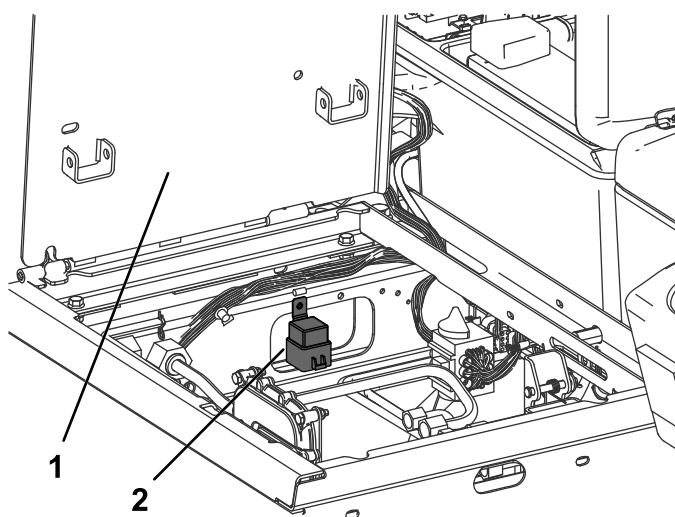

Figura 26
7. Collegare il relè al relativo supporto con la vite autofilettante in dotazione, come illustrato nella Figura 26.